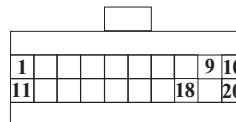

Рис. 5
**Внимание!** Если на автомобиле не установлен иммобилайзер АПС-4, то необходимо ввести перемычку между контактами 9 и 18 в разъеме для подключения блока иммобилайзера, расположенного под панелью приборов рядом с контроллером впрыска. Внешний вид разъема приведен на рис. 5.